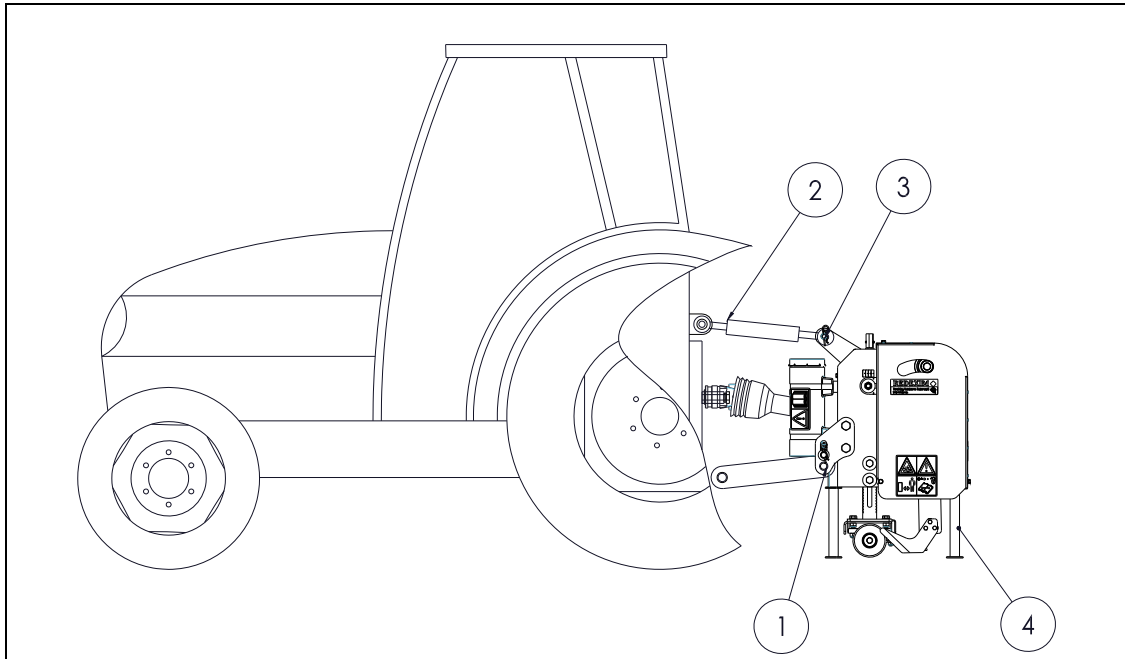

Fig. 7
De methode is als volgt: (Fig. 7)
3. Verwijder de poten 4 (zie Fig.7)